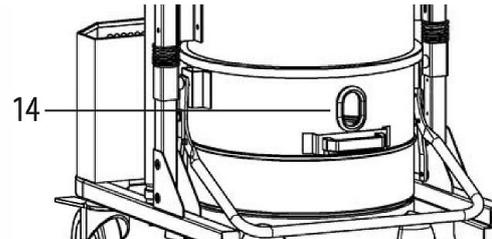

Abb. 11: Schauglass Schmutzbehälter
Schritt 3: Hebeln Sie den Entriegelungshebel (Abb.11,12) an. Auf dieser Weise wird der Behälter herausgehoben.